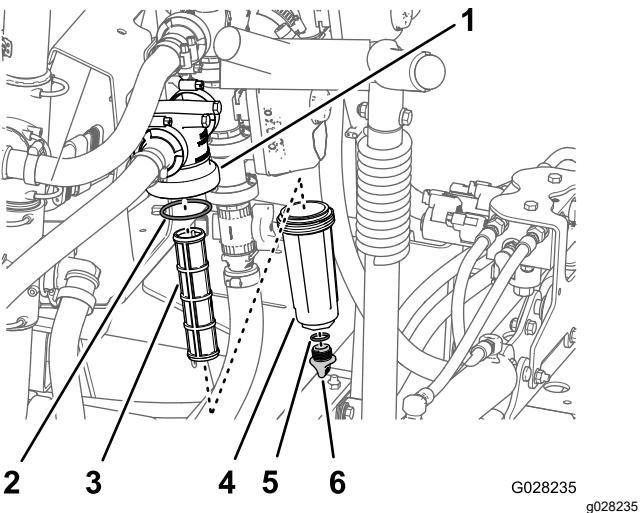

Bild 102
2. Stellen Sie eine Auffangwanne unter den Druckfilter (Bild 102).
3. Drehen Sie die Ablassschraube nach links und nehmen sie von der Glocke des Druckfilters ab (Bild 102).
4. Drehen Sie die Glocke nach links und nehmen sie vom Filterkopf ab (Bild 102).
5. Entfernen Sie den alten Druckfiltereinsatz (Bild 102).
6. Überprüfen Sie den O-Ring für die Ablassschraube (in der Glocke) und den O-Ring für die Glocke (im Filterkopf) auf Beschädigungen und Abnutzung (Bild 102).
7. Setzen Sie den neuen Druckfiltereinsatz in den Filterkopf ein (Bild 102).
8. Befestigen Sie die Glocke am Filterkopf und ziehen sie mit der Hand an (Bild 102).
9. Setzen Sie die Schraube in die Schale ein und ziehen Sie sie mit der Hand fest (Bild 102).